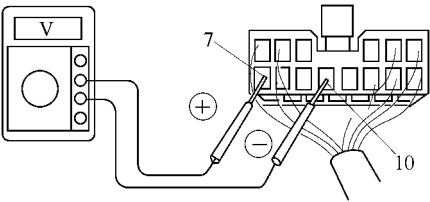

图 18-78 检查继电器的动作情况
(2) 检查继电器的动作情况。将正极（+）导线从电压表连接到端子 7，并将负极（-）导线连接到端子 10。当在灯控制开关被置于打开（ON）位置的状态下，检查是否有电压，如图 18-78 所示。